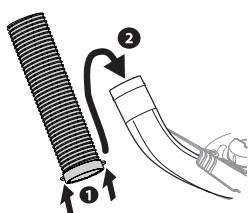

Figure 17
2. Saisissez le boyau de la goulotte par les poignées qui se trouvent sur la partie inférieure du boyau. Placez le boyau de la goulotte par-dessus le coude de la goulotte installé sur le plateau de coupe. Voir Figure 17.